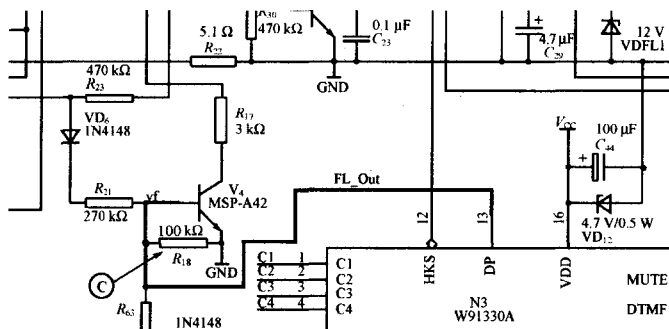

图 5.2
- 在 V_4 的 B 极(图 5.2 中的信号点 C),对地增加一个 $100\text{ k}\Omega$ 的电阻,和 A、B 两点之间的绝缘电阻进行分压。由于 $100\text{ k}\Omega$ 的电阻远远小于 A、B 两点之间的绝缘电阻,所以,现在 A 点泄漏过来的电流所产生的电压就很难让三极管 A_4 轻易导通。